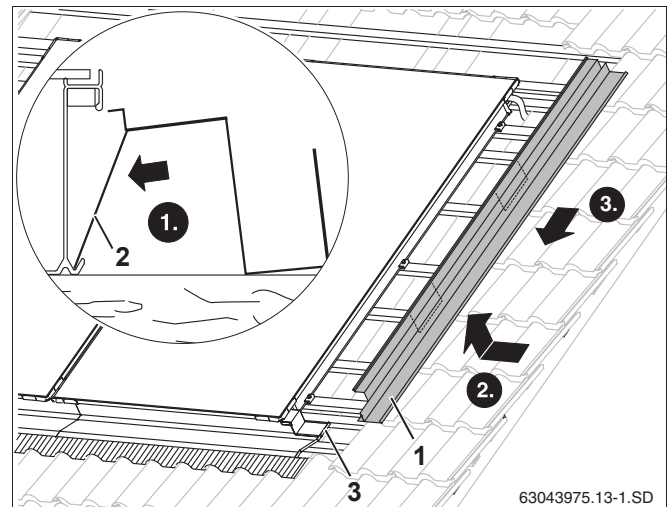

Рис. 48 Установка правого бокового накладного листа
▶ Нужно установить опорные листы (рис. 48, **поз. 2**) в нижнюю кромку коллектора.
- ▶ Вставьте боковые накладные листы справа и слева (рис. 48, **поз. 1**) верхней кромкой в паз коллектора и задвиньте на нижний накладной лист.
- ▶ Для лучшей фиксации сожмите перехлест обоих листов (рис. 48, **поз. 3**).